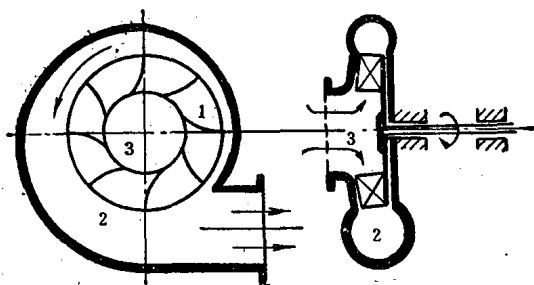

图 1 离心式鼓风机
1. 离心式鼓风机 其结构如图 1 所示。鼓风机运转时，叶轮顺箭头方向旋转，空气被叶片带动，也发生旋转运动，在离心力的作用下，空气被推向蜗形管，产生一定压力，由出口排出；同时，吸入口造成负压而吸入空气。